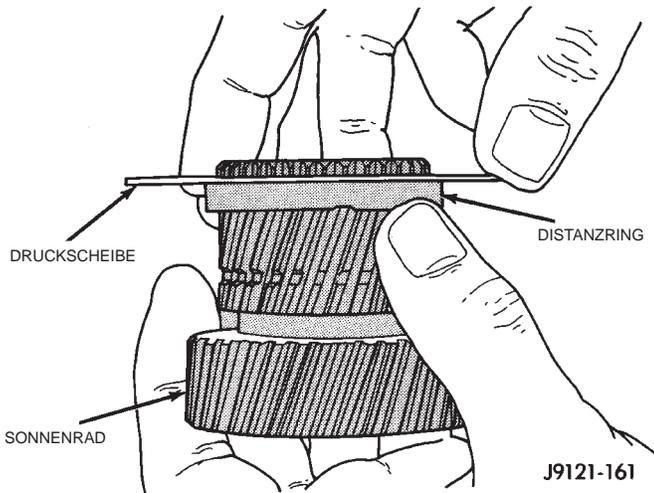

Abb. 153 Vordere Druckscheibe für Kupplungstrommel an Sonnenrad anbringen
(8) Druckscheibe am Sonnenrad anbringen (Abb. 153). Die Druckscheiben für die Kupplungstrommel sind austauschbar. Druckscheibe beliebig an Sonnenrad und vorn/hinten an der Trommel verwenden.